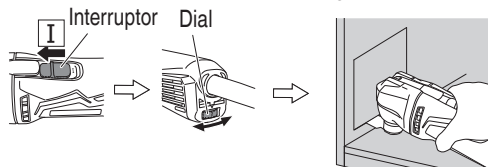

Fig. 6
1. Encienda la unidad y utilice el dial para ajustar la velocidad de la herramienta de aplicación. (Fig. 6)
2. Coloque con suavidad la herramienta de aplicación sobre el material y mueva la herramienta de aplicación hacia delante a un ritmo en el que el movimiento no sea ralentizado. (Fig. 6)